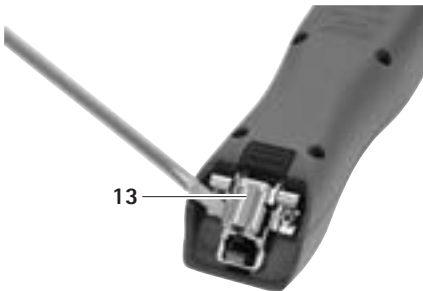

Abb. 1
- Bei geschlossenem Messerscharnier: Messerscharnier 13 mit Schraubendreher aufklappen, siehe Abb. 1.